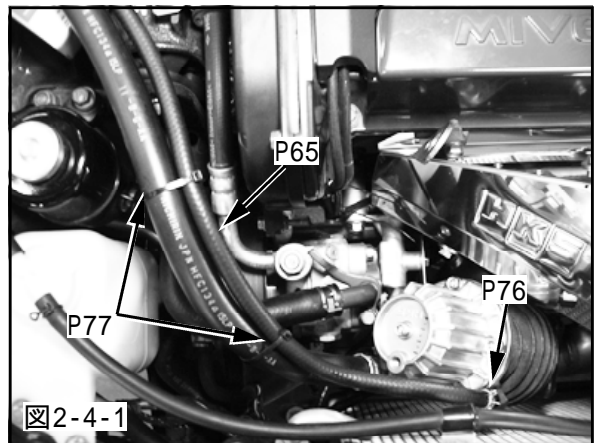

図2-4-1
(10)2-4.(9)で1250mmに切断した耐油ホース 6をスペシャルレーシングウエストゲートAssyに取付けてください。(図2-4-1)
(12)2-4.(11)で取付けた耐油ホース 6をエアコンホースや純正配管に固定してください。(図2-4-1)